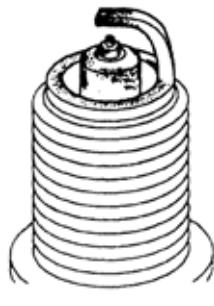

图 9-16
2) 检查火花塞螺纹和绝缘体是否损坏，如图9-16所示。如果不正常，则更换火花塞。推荐使用的火花塞如表9-1所示。